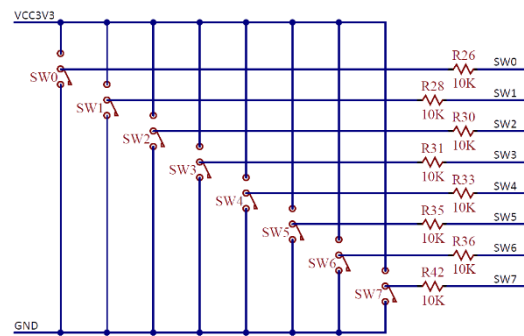

Abbildung 9: Schalter (BASYS3)
- BASYS3: Schiebeschalter SW0...SW15 (s. Abbildung 9)